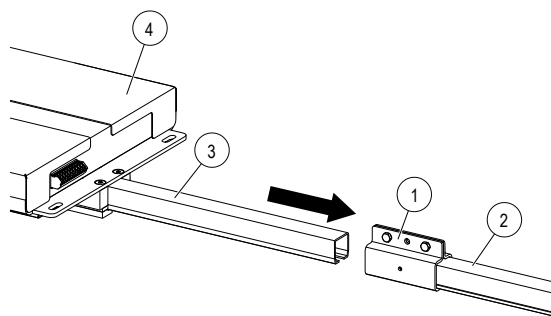
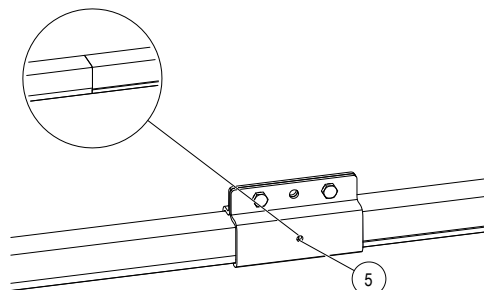

Abb. 16: Schiebeweiche in den C-Schienenverbinder schieben
Abb. 17: Position des Schienenstoßes prüfen
- Die gerade C-Schiene (Pos. 3) der Schiebeweiche (Pos. 4) bis zur Hälfte in den C-Schienenverbinder (Pos. 1) schieben (siehe Abb. 16). Durch das Sichtfenster (Pos. 5) kann kontrolliert werden, ob der Schienenstoß mittig sitzt (siehe Abb. 17).